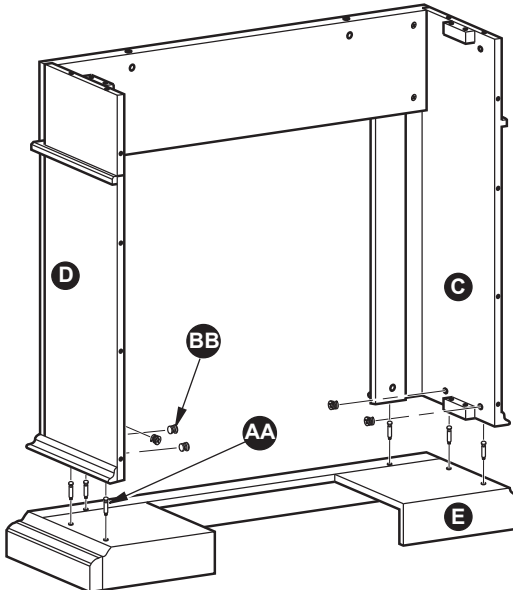

Figura 29
2. Inserte 6 cerrojo de levas (BB) en el panel lateral izquierdo (C) y el panel lateral derecho (D). Atornille 6 Espiga de levas (AA) en la base (E). Coloque la base (E) en el marco ensamblado apretando las Cerrojo de levas (BB) como se muestra en la Figura 29.